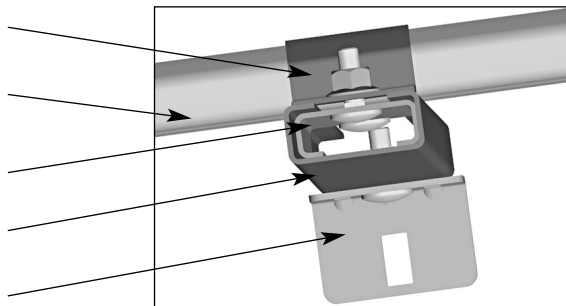

Рис. 23. Подвес передний. Вид снизу
- 3) Установить кронштейн подвеса, как показано на рис. 23.
- 4) Закрепить к кронштейну подвеса угловой кронштейн при помощи болта М8х25 с полукруглой головкой и гайки с буртиком (рис. 23).